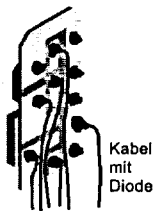

Abb. 6
9. Das in Arbeitsschritt 7 übriggebliebene Anschlußkabelende, das an einem Ende die Diode (13) angelötet hat, wird gemäß Abb. 6 an die Leiterbahn der Platine (7) des Signalschirmes (4) gelötet, die nur Lötstellen ohne Kabelverbindungen besitzt.
10. Den Signalschirm (4) mit seiner Führung in die oben am Mast (1) befindlichen Löcher einsetzen und mit einem Tropfen Sekundenkleber am Mast (1) festkleben.
11. Das Mastschild (2) und die Mastnummertafel (3) in ihre zugehörigen Öffnungen am Mast (1) eindrücken und evtl. mit einem Tropfen Sekundenkleber fixieren.
12. Den Signalkorb (5) mit seiner Führung auf den Mast aufstecken und evtl. ebenfalls mit etwas Kleber sichern.
13. Den Schaltkasten (6) an der Rückseite des Mastes (1) in Höhe der beiden Öffnungen am unteren Mastende mit einem Tropfen Sekundenkleber ankleben. Dabei darauf achten, daß sich die Nachbildung der beiden Scharniere an der Vorderseite des Schaltkastens unten befindet.